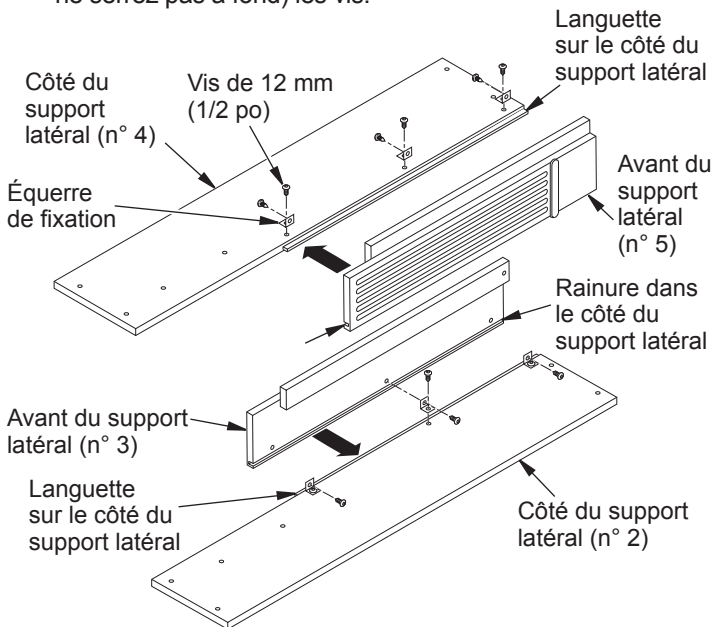

Figure 1 - Assemblages des supports latéraux droit et gauche
1. Placez le panneau du côté droit (n° 2) face en dessous sur une surface coussinée pour éviter toute égratignure du fini. Montez les trois équerres de fixation de 12 mm (1/2 po) sur la partie inférieure du support latéral avant droit (n° 3) en laissant les vis un peu desserrées. Les équerres de fixation doivent faire face au côté de la languette (voir figure 1). Placez le support latéral avant droit sur le côté droit (n° 2) en faisant correspondre la rainure du support à la languette sur le côté, comme illustré à la figure 1, et les pièces de finition sur le côté à la finition sur le devant. Alignez les trous filetés avec les équerres sur le côté. Insérez trois vis de 12 mm (1/2 po) dans les équerres de fixation. Alignez la base de l'assemblage des côtés et du support latéral pour qu'ils s'affleurent. Tenez ces pièces fermement alignées pendant que vous serrez (mais ne serrez pas à fond) les vis.